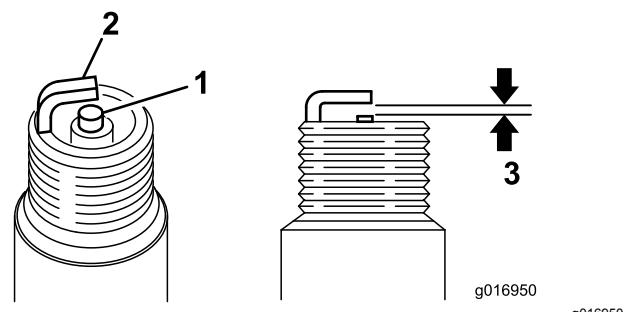

Figure 39
3. Réglez l'écartement des électrodes entre 0,6 et 0,7 mm , comme montré à (Figure 39). Posez la bougie avec l'écartement correct et serrez-la fermement à 23 N·m